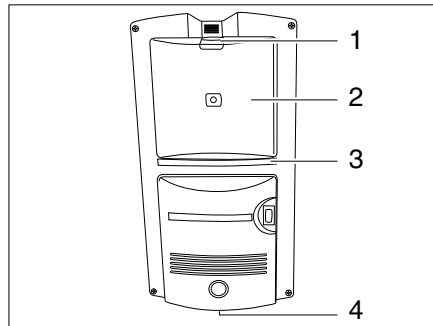

Bild 176 Staubsauger
- Entriegelung (Bild 176,1) nach oben schieben.
- Klappe (Bild 176,2) öffnen.
- In den Staubsauger greifen und den Motorfilter (Bild 176,3) herausziehen.
- In die Mitte der Ausblasöffnung (Bild 176,4) greifen.